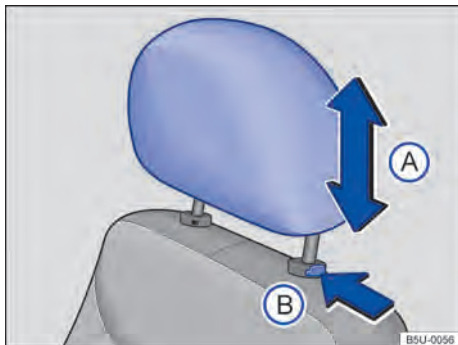
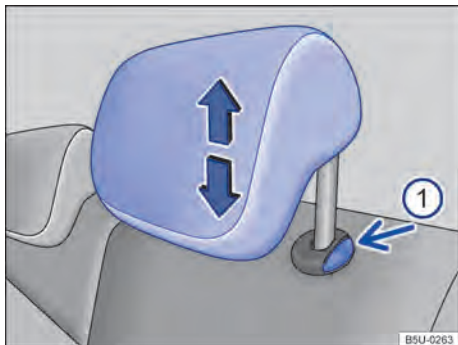

Fig. 59 Apoio para cabeça dianteiro: ajustar, desinstalar e instalar.
Fig. 60 Apoio para cabeça traseiros: ajustar, desinstalar e instalar.
- Empurrar o apoio para cabeça para cima ou para baixo na direção da seta → Fig. 59 (A) → ▲ em *Introdução ao tema* na página 70.
- Deslocar o apoio para cabeça para cima ou para baixo na direção da seta com o botão → Fig. 60 ❶ pressionado → ▲ em *Introdução ao tema* na página 70.
- Pressionar o botão → Fig. 59 (A) ou → Fig. 60 ❶ no sentido da seta. Retirar o apoio para cabeça com a trela pressionada.
- Empurrar o apoio para a cabeça totalmente para baixo com o botão → Fig. 59 (A) pressionado.
- Empurrar o apoio para cabeça para baixo com o botão → Fig. 60 ① pressionado.